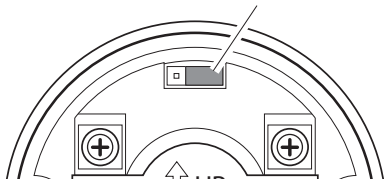

Figura 3 - Determinación correcta de la posición del puente (parte posterior del pulsador)
5. Si tiene una campana electrónica; mueva el puente, que está en la parte posterior de su pulsador, de los dos conectadores de la izquierda a los dos de la derecha (vea la Figura 3). Presione el pulsador para probar de nuevo.